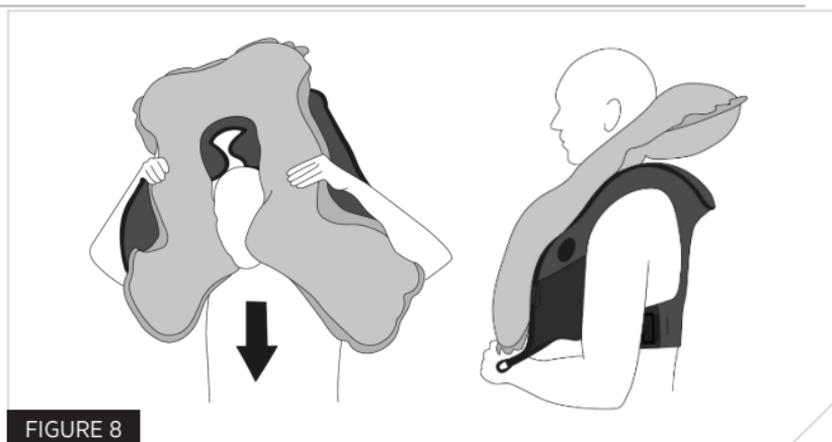

FIGURE 8
5. Tenez les lobes supérieurs de la cellule gonflable. Écartez les lobes et passez votre tête à travers le VFI (Fig. 8).